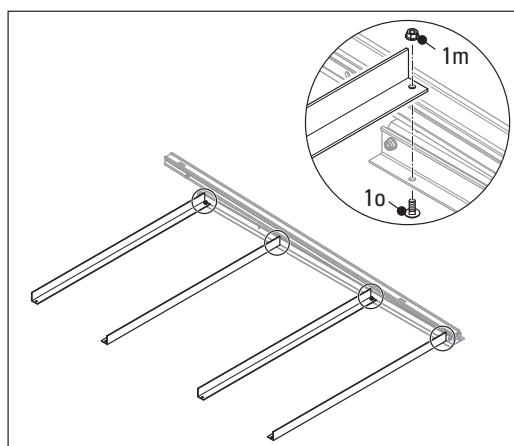
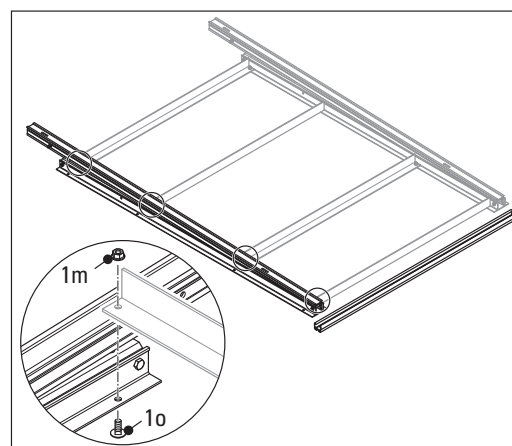

Figura 3-7 Montar los travesaños
Figura 3-8 Montar el segundo triángulo con travesaños
4. Instalar tornillos cilíndricos de cabeza rebajada (pos. 1o) desde abajo en los orificios preperforados (lupa de figura 3-7) y colocar los travesaños de forma ortogonal con el triángulo con las aperturas de tornillos coincidiendo con los tornillos cilíndricos de cabeza rebajada (figura 3-7).
5. Asegurar los tornillos hexagonales con ayuda de las tuercas hexagonales con el dentado de bloqueo (pos. 1m).
6. Alinear el segundo triángulo básico en la posición de montaje deseada con ayuda de la guía de perfil de montaje en el lado libre del travesaño (figura 3-8).
7. Introducir aquí también uno tras otro los tornillos cilíndricos de cabeza rebajada y asegurarlos con las tuercas hexagonales con dentado de bloqueo (lupa de figura 3-8).
Si se instala un bastidor de tejado plano para más de dos colectores V26P, en primer lugar debe montarse únicamente la primera pieza del bastidor básico hasta el paso 7 inclusive (como se muestran en figura 3-8) para un colector. El paquete complementario debe montarse entre el bastidor básico, pues en caso contrario la posición de los colectores se desplaza sobre el bastidor y no es simétrica.
1. Posicionar correctamente un triángulo básico desde el paquete de ampliación correspondiente (véase figura 3-7) y colocarlo y fijarlo según el principio ya descrito en el capítulo 3.5.1.